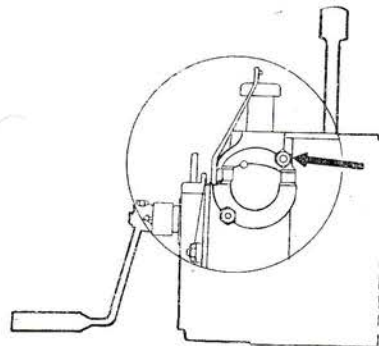

Рис. 12
16. Вынуть регулятор, отвернув для этого ключом 14 мм два болта (рис. 12). Сохранить бумажную прокладку.